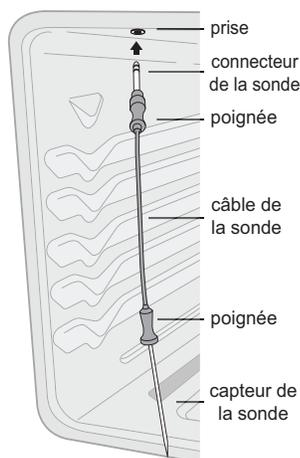

Figure 37 : Insertion de la prise de la sonde
La prise de la sonde se situe en haut de la cavité du four, comme l'illustre la Figure 37.
Manipulez la sonde avec soin lorsque vous l'insérez et la retirez de l'aliment ou de la prise. N'utilisez pas d'ustensiles de cuisine, comme des pinces, pour tirer sur le fil de la sonde lorsque vous l'insérez ou la retirez de l'aliment ou de la prise. Utilisez la poignée fournie, comme l'illustre la Figure 37. Après la cuisson, débranchez la sonde avec précaution au moyen d'une manique pour éviter de vous brûler les mains.
2. Branchez la sonde thermique dans la prise prévue à cet effet située en haut de la paroi interne du four (Figure 37).